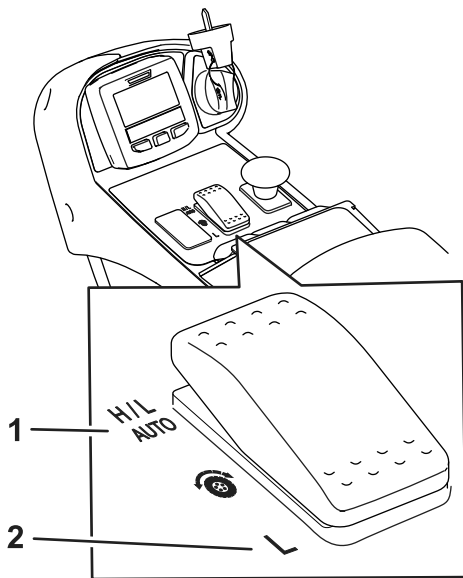
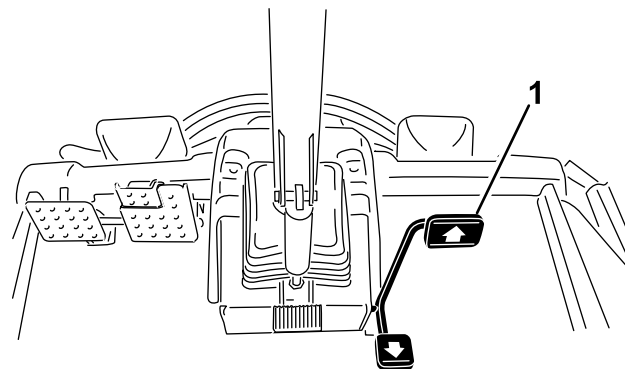

Figure 25
Figure 26
- Dans des conditions de fonctionnement normales, cette machine devrait fonctionner en plaçant le sélecteur de gamme à la position H/L AUTO (Figure 25). Cette position permet à la machine d'alterner automatiquement entre les gammes haute et basse, selon qu'elle est utilisée pour la tonte ou le transport.
- Lorsque vous sélectionnez la position GAMME BASSE (Figure 25), la machine fonctionnera toujours en mode gamme basse. Ce réglage est à privilégier lorsque vous utilisez la machine dans un atelier, que vous la chargez ou la déchargez d'une remorque, quand vous gravissez des pentes raides ou pour toute autre opération qui ne nécessite pas une vitesse de déplacement élevée.
Cette machine possède 2 gammes de vitesse de déplacement : la gamme basse et la gamme haute. Le sélecteur de gamme permet de sélectionner les positions suivantes (Figure 25) :
Cette fonction permet de régler la vitesse maximale de la machine quand vous poussez la pédale à fond en marche avant (Figure 26). Vous pouvez régler une vitesse séparée pour la gamme basse et la gamme haute (Figure 25).